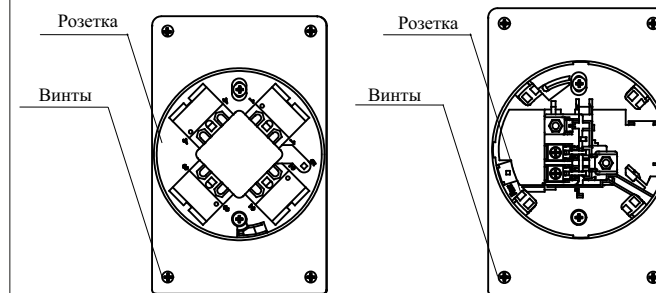

Рисунок 2 – Вид программатора сзади
4.2 Для подключения адресных пожарных извещателей в конструкции программатора предусмотрена розетка (см. рисунок 2).